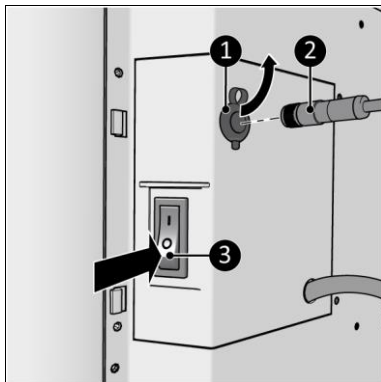

Figure 14
1. Assurez-vous que l'interrupteur ON/OFF est en position OFF (Figure 14, pos. 3)
2. Branchez le connecteur du capteur de température (Figure 14, pos. 2) sur la prise du capteur (Figure 14, pos. 1).